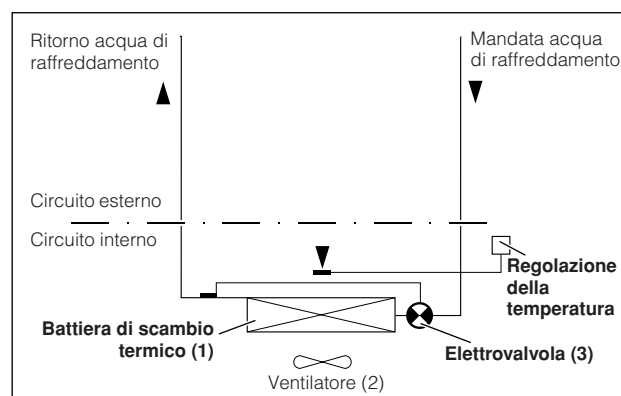

Fig. 2: Scambiatore di calore aria/acqua
Lo scambiatore di calore aria/acqua è costituito da tre componenti principali (vedi Fig. 2): batteria di scambio termico (1), ventilatore (2) e elettrovalvola (3), collegati tra loro dalle rispettive tubazioni.